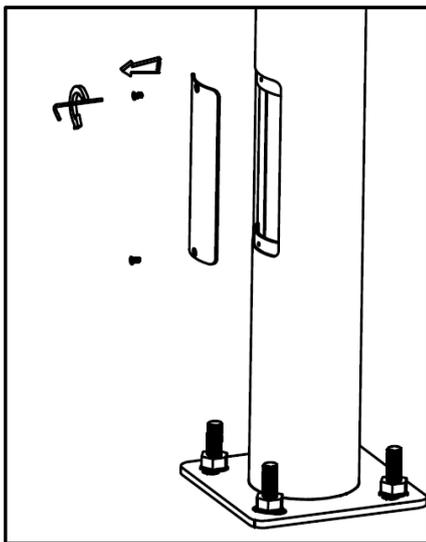
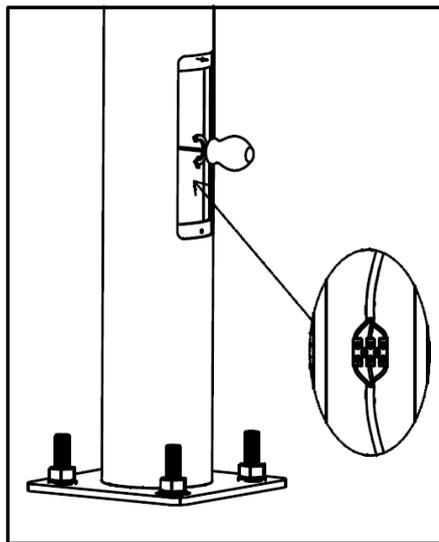
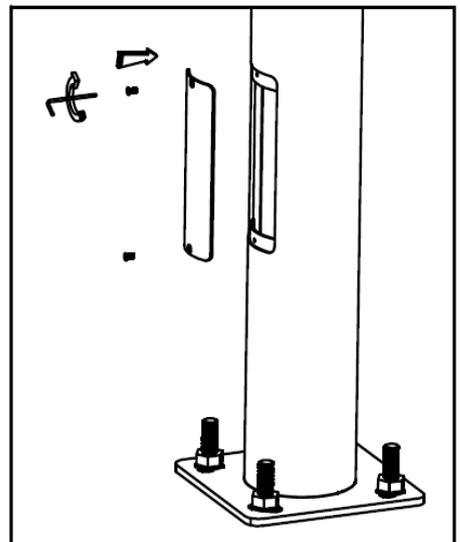

Рис. 3
Рис.4
Рис.5
6.3.3 Открутить ревизионный люк от корпуса светильника (Рис.3). Подключить кабель питания, соблюдая полярность (Рис.4). Степень защиты соединения кабелей должна быть не ниже IP65. Закрутить ревизионный люк к корпусу светильника (Рис.5). Подать питание и убедиться в работоспособности светильника. Внимание! Момент затяжки винтов – 8Нм